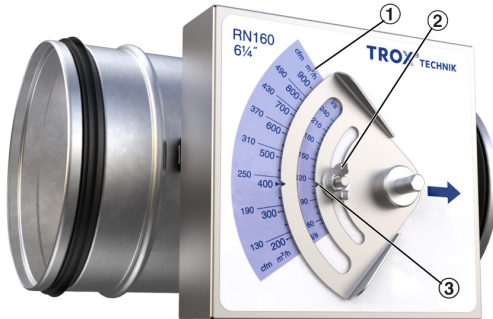

Abb. 21: Volumenstrom einstellen
1. ▶ Flügelschraube (Abb. 21/2) lösen.
2. ▶ Die Kerbe der Einstellskala auf den gewünschten Wert der Volumenstromskala (Abb. 21/3) einstellen und mit der Flügelschraube (Abb. 21/2) fixieren.